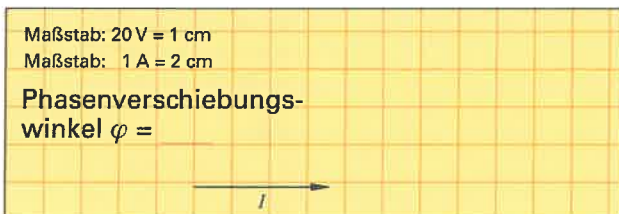

Bild 3: Zeigerbild der Spannungen einer Spule
- a) das Zeigerbild der Spannungen in **Bild 3** (Werte: $U_W = 90\text{ V}$, $U_{bL} = 42\text{ V}$) und
7. Berechnen Sie den Scheinwiderstand mithilfe der ermittelten Werte für U und I aus **Bild 3**.